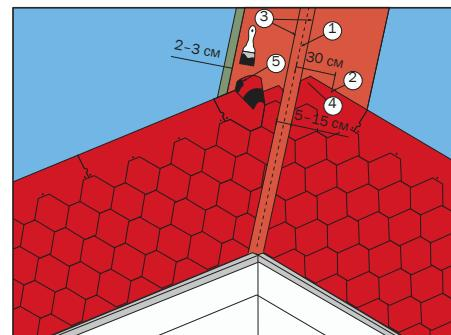

Рис. 17
Рядовая черепица укладывается поверх ендового ковра и монтируется в хаотичном порядке до линии подреза (3) в сторону оси ендовы (1) (рис. 17). Каждая черепица дополнительно фиксируется с помощью кровельных гвоздей в верхней части (2). Не следует прибивать специальные гвозди на расстоянии ближе 30 см от центральной оси ендовы (1). Так собираются две поверхности ската относительно ендовы. После чего при помощи шнурки (отбивки) отбиваются две мелованные линии (3). Затем рядовая черепица прорезается по линии 3. При этом необходимо подкладывать